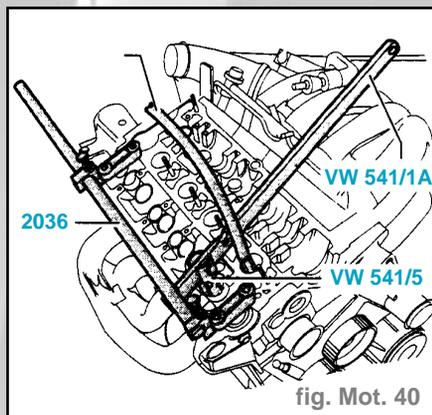

fig. Mot. 40
- Mettre en place le dispositif de montage 2036 et régler la fixation à hauteur des goujons filetés (fig. mot. 40).